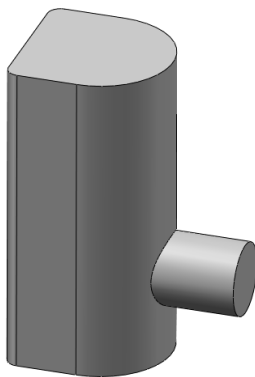

图 12-66 “凸台-拉伸”属性管理器及拉伸后的图形
**05** 拉伸实体。单击“特征”控制面板中的“拉伸凸台/基体”按钮, 此时系统弹出图 12-66 所示的“凸台-拉伸”属性管理器。选择上步绘制的草图作为拉伸截面, 设置终止条件为“给定深度”, 输入拉伸距离为 56.00mm, 然后单击属性管理器中的“确定”按钮, 结果如图 12-66 所示。